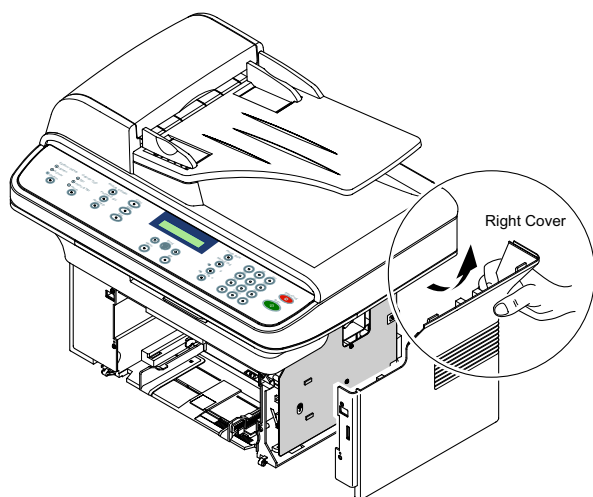

Рисунок 2
4. Слегка нажмите на заднюю часть правой крышки и потяните ее вправо в направлении стрелки, рисунок 2.